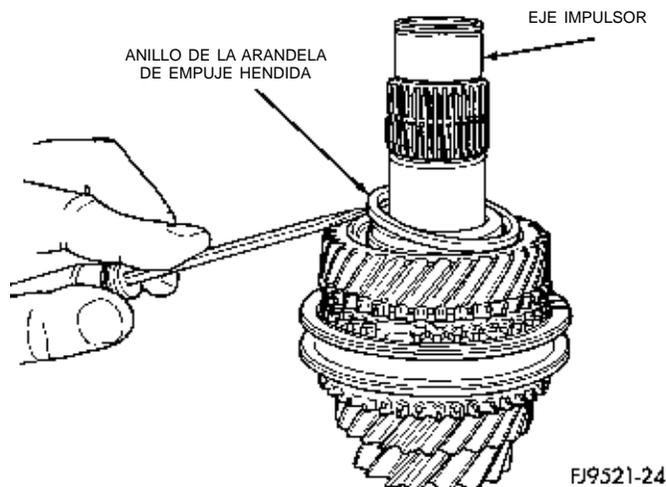

Fig. 82 Desmontaje del anillo de la arandela de empuje hendida
(4) Retire el anillo de la arandela de empuje hendidada de los engranajes de 4-5 (Fig. 82).